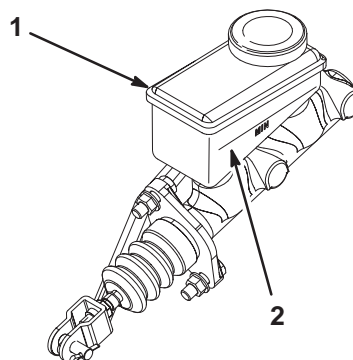

Figure 23
2. Observez le côté du réservoir. Le niveau doit se trouver au-dessus du repère du Minimum (Fig. 23). Si le niveau de liquide est bas, nettoyez la surface autour du bouchon, retirez le bouchon et remplissez le réservoir jusqu'au-dessus du repère du Minimum. **Ne remplissez pas excessivement.**